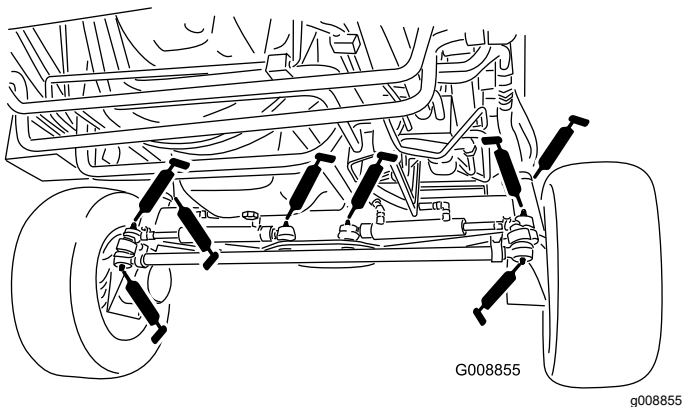

Figure 50
- 4 rotules de vérin de direction (Figure 50)
- 2 rotules de biellettes (Figure 50)
- 2 bagues de pivots de fusées (Figure 50)